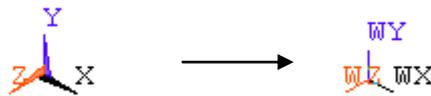

图2.17 显示工作平面
默认情况下，ANSYS 主界面上只显示全局笛卡尔坐标系，当单击【Utility Menu】|【Work Plane】|【Display Working Plane】菜单，在界面上将显示工作平面坐标系，它和全局笛卡尔坐标系重合，三个坐标轴分别为 WX、WY 和 WZ，如图 2.17 所示。
(1) 启动 ANSYS，单击【Utility Menu】|【WorkPlane】|【Offset WP to】|【XYZ Locations】菜单，弹出如图 2.17 所示的对话框。